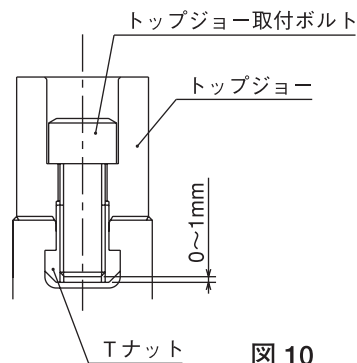

図10
- ジョー取付ボルトのTナットに対するねじ込み深さが浅いと、Tナットが破損し、ジョーや工作物が飛散して危険。取付ボルトが長すぎてTナット底面から突き出ている場合も、トップジョーが固定されないため、ジョーや工作物が飛散して危険。従って、ジョー取付ボルトの全長はTナットの底面より0~1mm程度とすること。(図10参照)